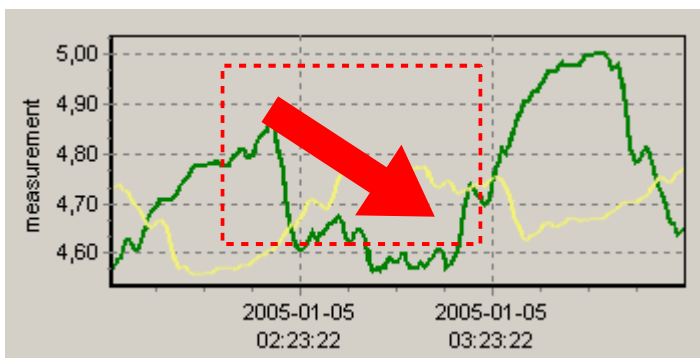

Рис. 3.7. Увеличение изображения графика.
- **увеличение графика** - для увеличения изображения графика пометьте интересующую вас область графика курсором мыши. Для этого – сначала кликните по графику левой клавишей мыши и, удерживая клавишу, переместите курсор в нижний правый угол графика. Образованный таким образом прямоугольник будет отображаться в увеличенном масштабе (рис. 3.7).